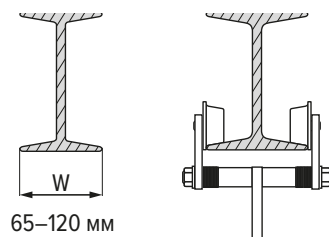

Рис. 4
Подгоните расстояние между роликами до размера балки (W) с помощью установочных колец (рис. 4).